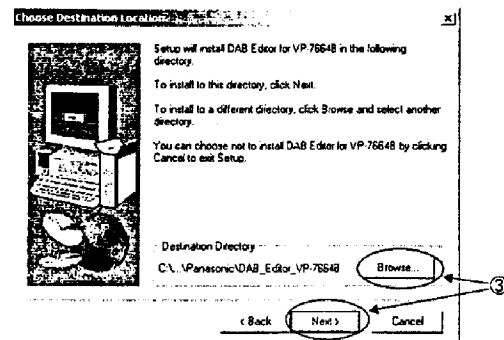

図 6-3 Choose Destination Location
- ③ <Choose Destination Location>ダイアログが表示されます。(「図 6-3 Choose Destination Location」参照)